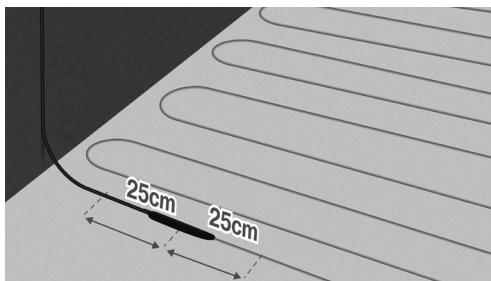

Fig. 9. Lägg kabeln rakt på vardera sidan av skarven
7. Kablarna fästs vid ca 25 cm på vardera sidan av kopplingen mellan kallkabeln och värmekabel, mätt från skarvens mitt. Var noga med att börja så att kallkabeln kan nå termostaten. (Fig. 9).